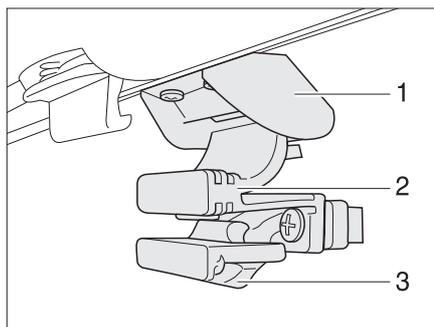

Bild 51 Fenster in der Eingangstür
Fenster öffnen: ■ Sicherung (Bild 51,3) nach hinten drücken.
■ Griff (Bild 51,2) zusammendrücken und Fenster nach unten schieben.
Fenster schließen: ■ Fenster nach oben schieben, bis der Griff (Bild 51,2) in der Verriegelung (Bild 51,1) einrastet.